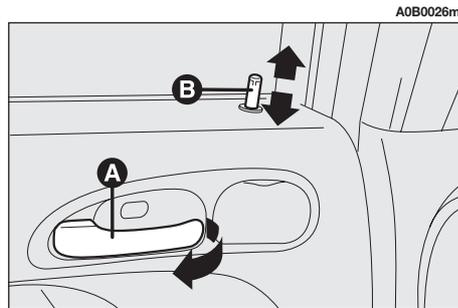

fig. 17
– Per aprire la porta tirare la maniglia (**A-fig. 17**).
Premendo il pomello (**B-fig. 17**) delle porte posteriori, si ottiene il bloccaggio della sola porta interessata.